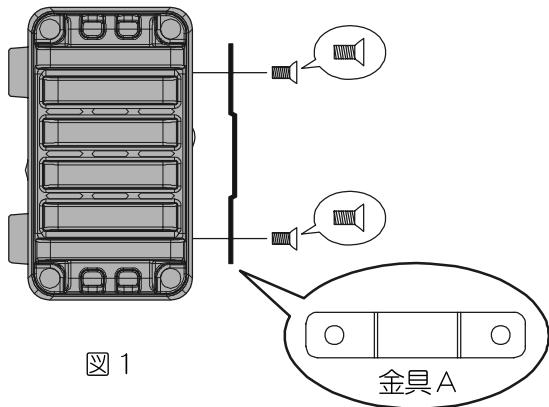

図 1
1. 取付金具 A を、付属のビス(を使用して、FC-30 に取り付けます(図 1 参照)。